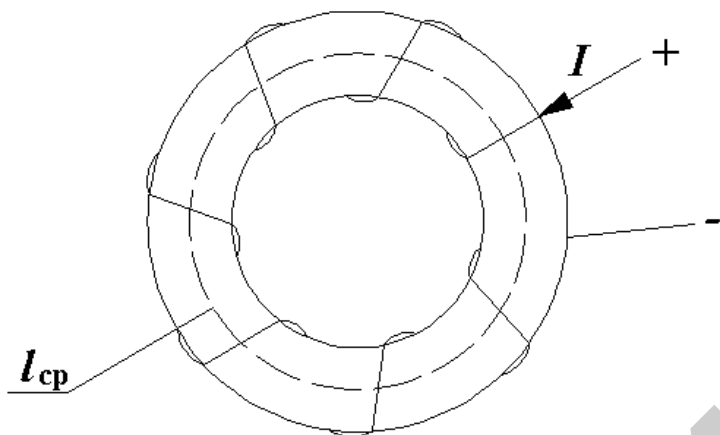

Рис. 3.4
3.4.1. В сердечнике из литой стали (рис. 3.4) необходимо создать магнитную индукцию  $B = 1$  Тл, число витков равномерно намотанной на сердечник обмотки  $w = 200$ , длина средней линии сердечника  $l_{cp} = 69$  см, сечение  $S = 6$  см2. Как следует изменить ток  $I$ , протекающий по обмотке, если в сердечнике сделать воздушный зазор  $l_B = 0,5$  мм?